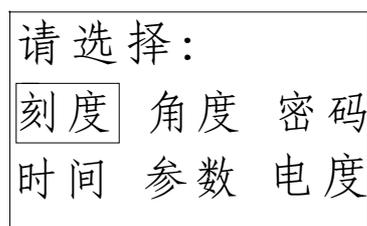

图 7-14 设置子菜单
7.7. 设置: 该菜单分三个子菜单, 如图 7-14 所示: